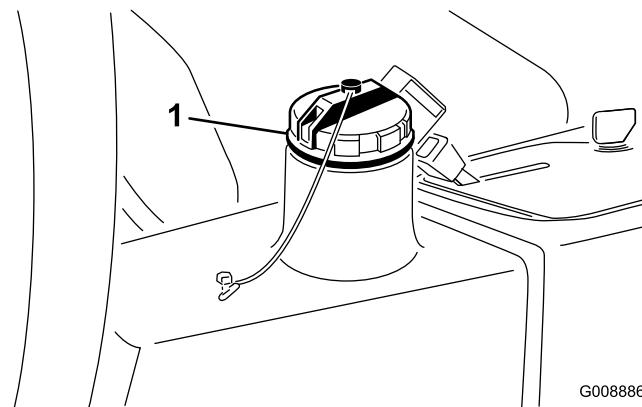

Bild 37
2. Reinigen Sie den Bereich um den Einfüllstutzen und den Deckel des Hydraulikbehälters (Bild 37).